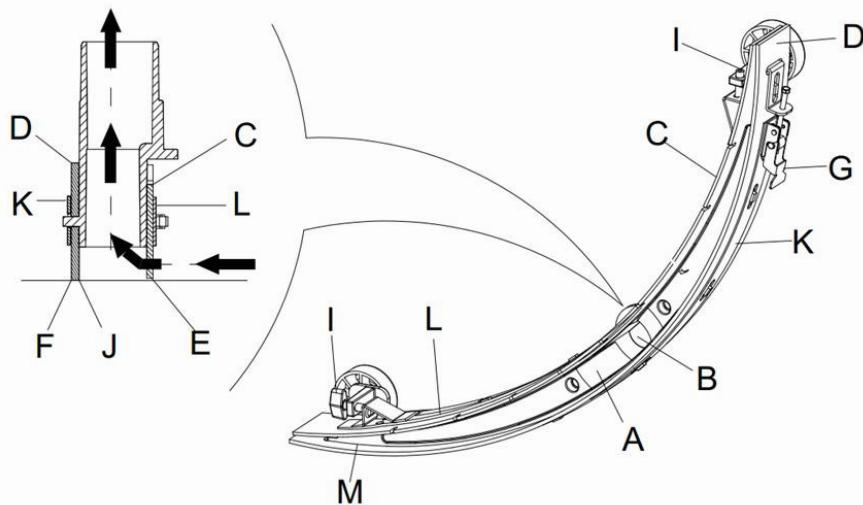

Abbildung 15
2. Drücken Sie den Netzschalter (41) auf die "O"-Position und schalten Sie das Gerät aus.
3. Lösen Sie die Feststellknöpfe (16) des Abstreifers; entfernen Sie den Anschluss für die Verbindung des Schmutzwasser-Vakuumrohrs zum Abstreifer, und entfernen Sie den Abstreifer.
4. Verwenden Sie den Hebegriff des Abstreifers (14), um den Tragrahmen des Abstreifers anzuheben.
5. Reinigen Sie den Abstreifer (Abbildung 15). Reinigen Sie insbesondere die Nut (A, Abbildung 15), und entfernen Sie Schmutz und Fragmente aus dem Vakuum-Rohr. Prüfen Sie, ob das vordere Abstreiferband (C) und das hintere Abstreiferband (D) intakt sind, und ob es gebrochenen Kanten und Risse gibt. Tauschen Sie sie, falls erforderlich, aus (siehe Schritte im folgenden Abschnitt).
1. Folgen Sie den Anweisungen, die im Abschnitt Reinigen des Abstreifers aufgeführt sind (Abbildung 15).
2. Überprüfen Sie die Kante (E, Abbildung 15) des vorderen Abstreiferbands und die Kante (F) des hinteren Abstreiferbands (D). Sie sollten über die gesamte Länge auf der gleichen Ebene liegen. Passen Sie sonst ihre Höhen durch folgende Vorgehensweise an.
- Lösen Sie die Klammer (G), um das hintere Abstreiferband (D) von der Halterung (M) zu lösen, um die Position des Abstreifers anzupassen. Arretieren Sie nach der Einstellung die Klammer wieder.
- Lösen Sie die Schraube am Griff (I), um das vordere Abstreiferband anzupassen (C); ziehen Sie die Griffschraube nach der Einstellung wieder fest.
3. Prüfen Sie, ob das vordere Abstreiferband (C) und das hintere Abstreiferband (D) intakt sind, und ob es gebrochenen Kanten und Risse gibt. Falls erforderlich, wechseln Sie sie in der folgenden Art und Weise aus. Überprüfen Sie die vordere Kante des hinteren Abstreiferbands (J), ob es abgenutzt ist. Wenn es abgenutzt ist, kann es anders herum installiert werden (die Oberkante muss intakt sein). Wenn die obere Kante ebenfalls abgenutzt ist, wechseln Sie das Band wie folgt aus:
- Öffnen Sie die Klammer (G), um das Druckblatt von der Halterung (M) zu lösen, entfernen Sie die Klammerschiene (K), und wechseln Sie dann das hintere Abstreiferband (D) aus oder drehen Sie es anders herum. Installieren Sie das hintere Abstreiferband in der umgekehrten Reihenfolge.
- Lösen Sie die Griffschraube (I) und entfernen Sie die Frontklammerschiene (L), und wechseln Sie dann den vorderen Abstreifer (C).